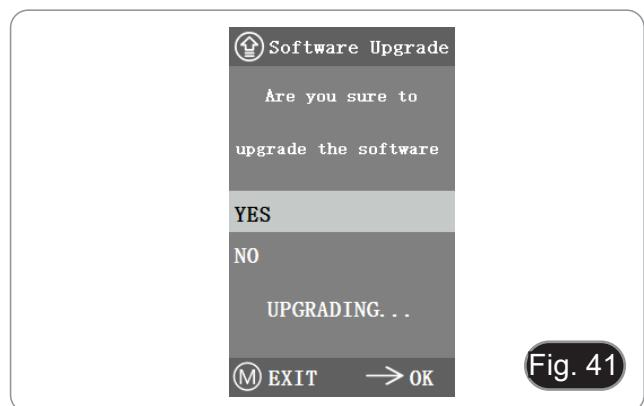

Fig. 41
1. Wählen Sie "Yes", um das Upgrade durchzuführen, und die folgende Meldung wird angezeigt: "UPGRADING...", während das System aufgerüstet wird. (Fig 41)